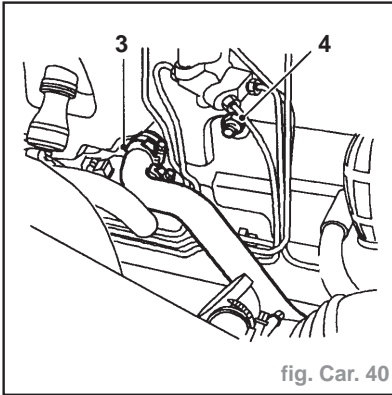
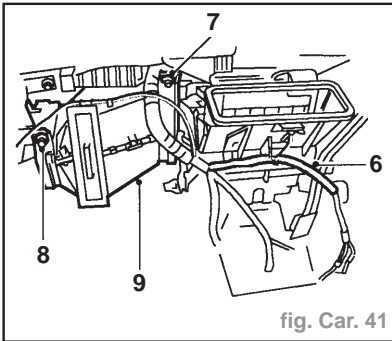

fig. Car. 40
fig. Car. 41
- Desserrer les colliers et débrancher les durites des tuyaux de chauffage (3) (fig. Car. 40).
- Enlever l'écrou maintenant le bloc de chauffage sur le tablier (4);
- Dégager le faisceau du bloc de chauffage (6) (fig. Car. 41).